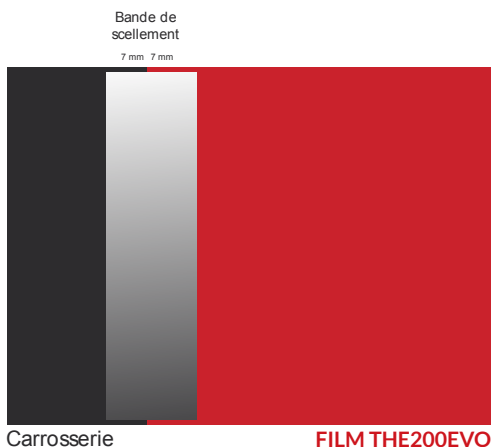

Figure 08
- › Coller la bandelette en la superposant sur environ 7 mm de carrosserie et 7 mm de film THE200EVO. (FIG. 08)